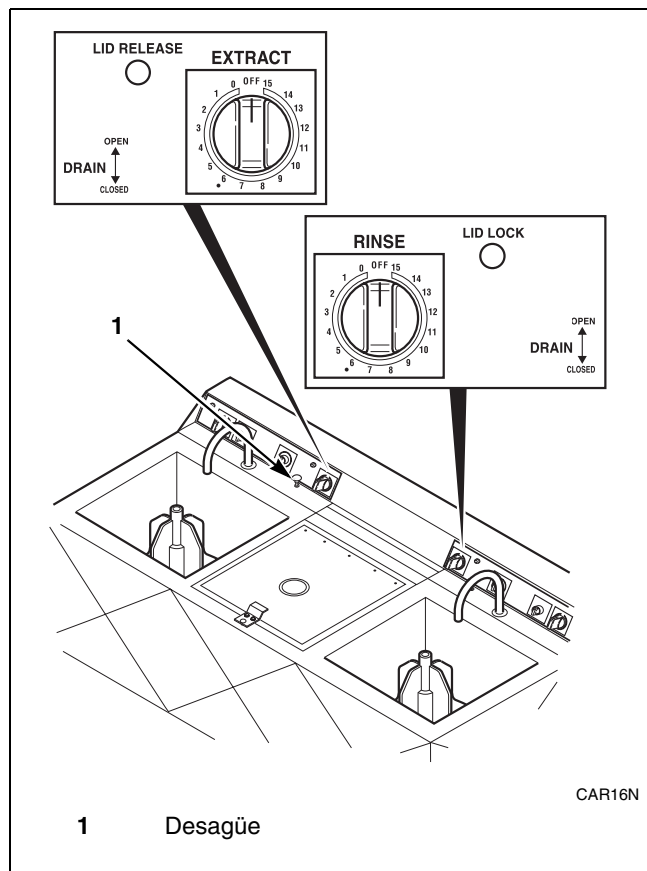

Figura 15
10. Ajuste el temporizador de extracción y el de enjuague en los tiempos deseados para cada ciclo. Consulte la *Figura 15*. Consulte la *Tabla 8* para obtener los tiempos de enjuague y extracción recomendados.
11. Cuando el ciclo se haya completado, espere a que la cesta se detenga, luego, presione el botón LID RELEASE para abrir la tapa. Consulte la *Figura 15*.